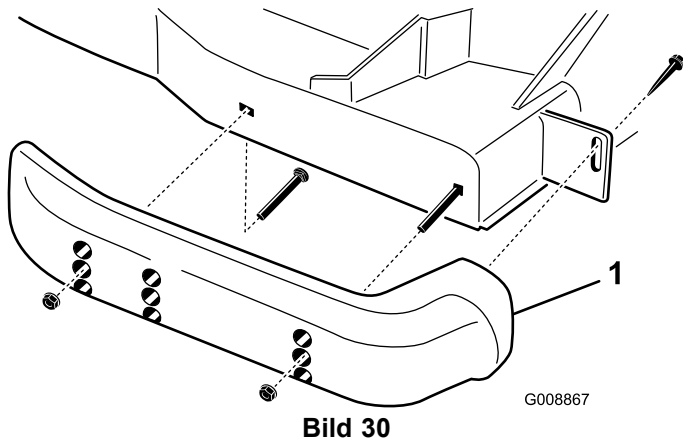

Bild 30
1. Lösen Sie die Schraube vorne an jeder Kufe (Bild 30).
2. Nehmen Sie die Bundbolzen und Muttern von jeder Kufe ab (Bild 30).